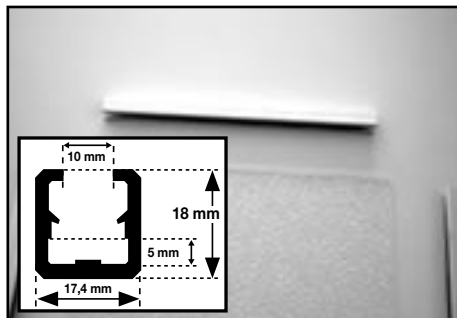

Bild 1
**(Bild 1)** Zunächst kürzen sie das **guttagliss aluline** auf die gemessene Endlänge und ziehen jeweils 1,8 cm pro Eckwinkel ab.